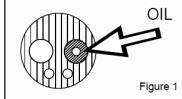
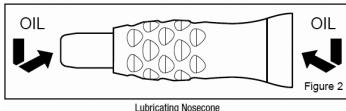

Figure 1
Figure 2
4. After sterilizing, place two drops of handpiece oil into the motor air tube (Fig. 1) and 1-2 drops of oil into both ends of the nosecone (Fig. 2). To properly disperse the oil, run the motor for several seconds.
4. Une fois stérilisé, placez deux gouttes d'huile pour pièce à main dans le tube d'air du moteur (Fig. 1) et une ou deux gouttes d'huile aux deux extrémités du manche (Fig. 2). Pour bien disperser l'huile, actionnez le moteur pendant plusieurs secondes.
4. Luego de la esterilización, eche dos gotas de aceite para la pieza de mano en el tubo de aire del motor (Fig. 1), y 1-2 gotas de aceite ambos extremos de la nariz (Fig. 2). Para que el aceite se distribuya correctamente, haga funcionar el motor por varios segundos.